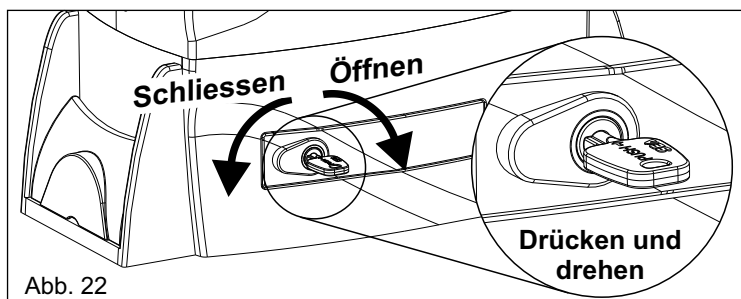

Abb. 22
- Den Schlüssel einstecken, **drücken** und im Uhrzeigersinn um 90° drehen (Abb. 22).